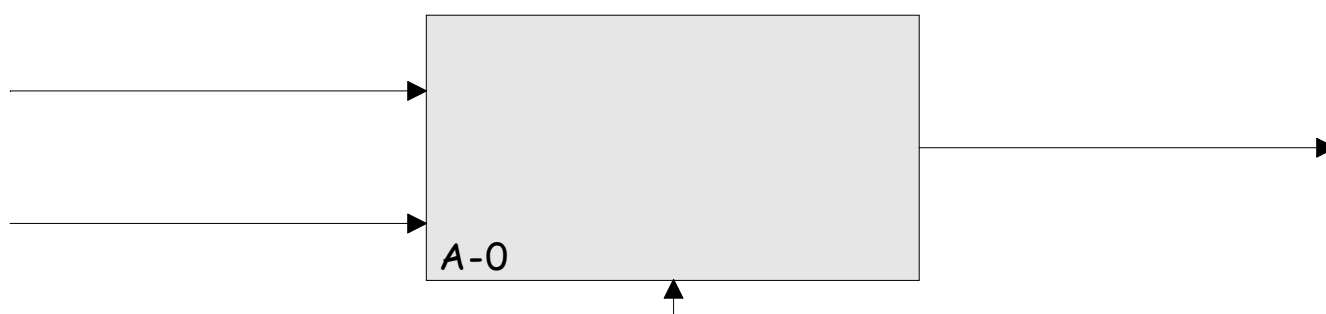

Fig.7 - Actigramme à compléter.
4.1.1. - Compléter l'actigramme ci-dessous (figure 7) correspondant à la fonction globale du système.